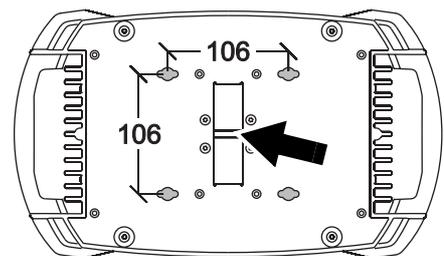

Bild 2: Ankerpunkt des Sicherungsseiles
Warnung! Montieren Sie ein zugelassenes Sicherungsseil nur am Ankerpunkt an der Unterseite des Gerätes (siehe Bild 2).
Warnung! Die Fläche muß hart und eben sein. Auf einer weichen Fläche können die Lüftungsschlitze in der Basis des Gerätes blockiert werden. Dadurch überhitzt das Gerät. Sichern Sie das Gerät gegen Umfallen. Sichern Sie das Gerät mit einem Sicherungsseil (Ankerpunkt des Sicherungsseiles siehe Bild 2), wenn es über Grund aufgestellt wird und Herunterfallen könnte.
3. Siehe Bild 2. Setzen Sie die Klemmenadapter auf die Aufnahmen an der Basis des Gerätes. Führen Sie die Schnellverschlüsse ein und verriegeln Sie sie durch eine Viertelumdrehung im Uhrzeigersinn.
5. Sichern Sie das Gerät mit einem Sicherungsseil, das für mindestens das 10fache Gerätegewicht ausgelegt ist, gegen Absturz. Montieren Sie das Sicherungsseil nur am Ankerpunkt an der Basis des Gerätes (siehe Bild 2). Der Ankerpunkt ist für die Aufnahme eines Schraubkarabiners geeignet.